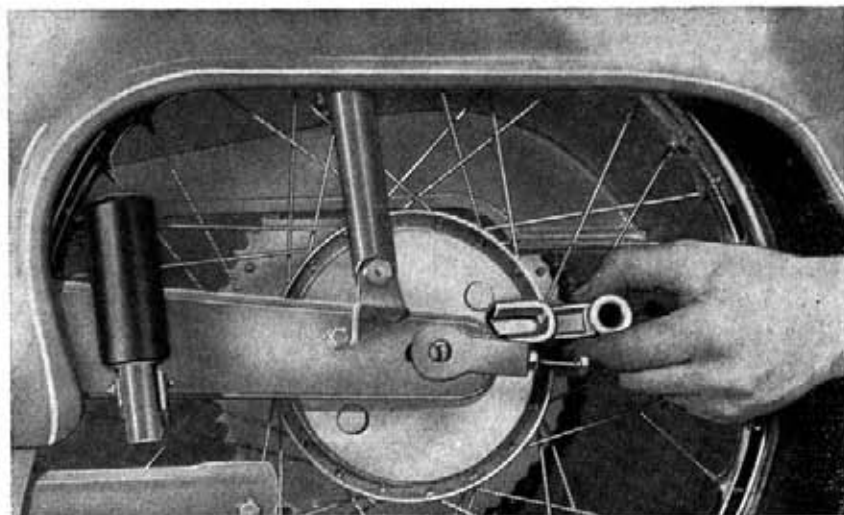

Рис. 7
**Предупреждение:** При установке заднего колеса на мотоцикл необходимо следить за тем, чтобы захват реакции не установить в обратном направлении (рис. 7).